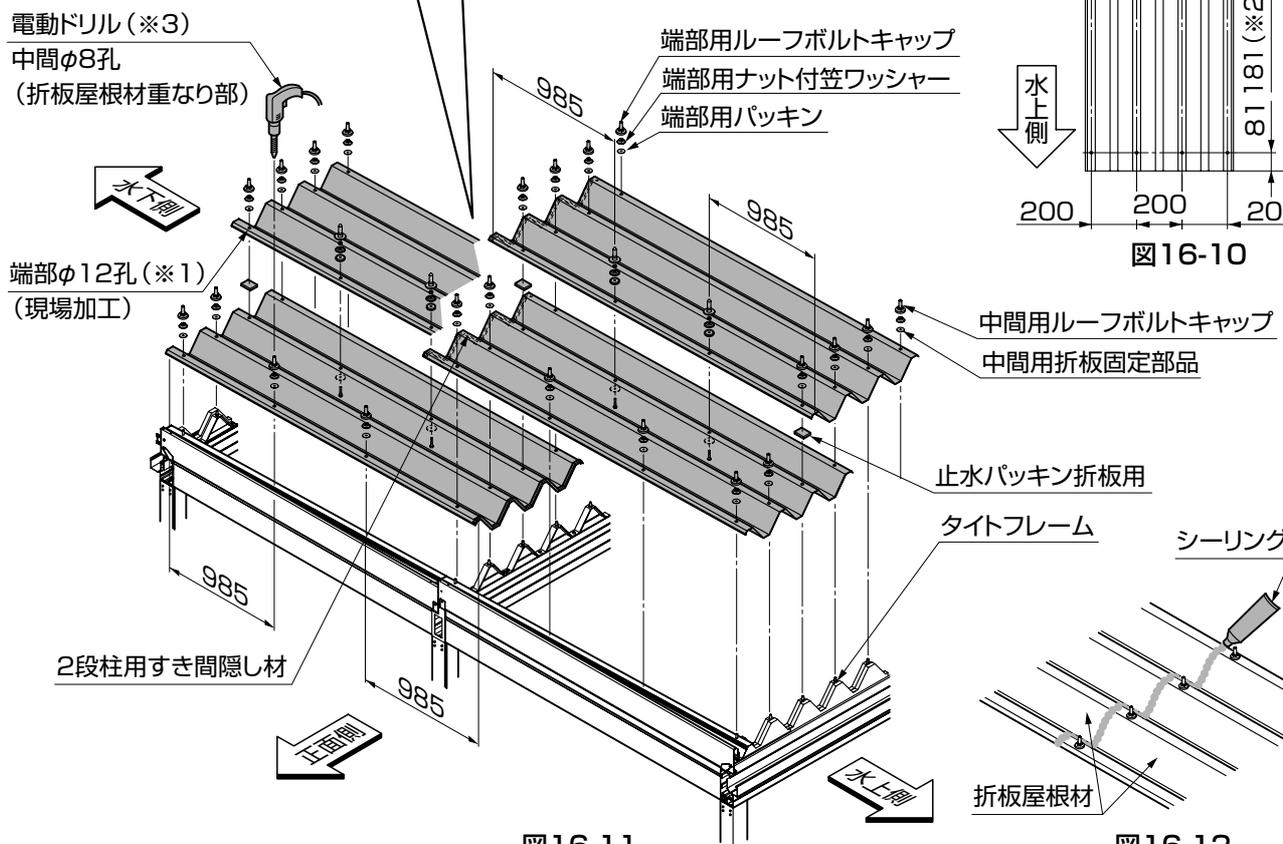

図16-11
- ② タイツフレームから出ているネジ部に折板屋根材端部の孔を合わせて、折板屋根材を乗せてください。(図16-11参照)
- ④ 折板屋根材端部を端部用固定部品で組付けてください。(図16-11参照)
- L54、L60の場合正面側から2枚目のみ2山重ねてください。(図16-11参照)
- ⑦ 中間用折板固定部品の部品すべてをM6用六角ナットで固定して、仮止めテープをはがしてください。